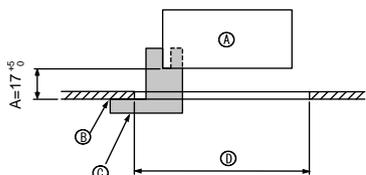
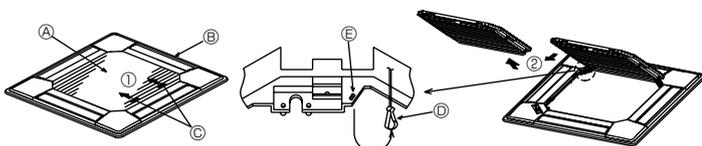

Fig. 5-2
Fig. 5-3
①	Dimensiones de la rejilla	1	950 x 950 (mm)
②	Tornillo con arandela cautiva	4	M5 x 0,8 x 25
③	Plantilla	1	(Dividido en cuatro partes)
④	Remache	3
⑤	Tornillo	4	4 x 8
⑥	Tornillo	1	4 x 12
⑦	Panel angular del i-see sensor	1	para PLP-6BAE
5.2. Preparación para conectar la rejilla (Fig. 5-2)
- Con la plantilla ③ que se suministra con este equipo, ajuste y compruebe la posición de la unidad en el techo. Si la unidad no está colocada en el techo de forma adecuada, podrían producirse escapes de aire o generarse una condensación.
- Ⓒ Plantilla ③ (metida en la unidad)
5.2.1. Extracción de la rejilla de admisión (Fig. 5-3)
- Deslice las palancas en la dirección indicada mediante la flecha ① para abrir la rejilla de admisión.
- Con la rejilla de admisión en posición "abierta", extraiga la bisagra de la rejilla de admisión de la rejilla tal y como se indica mediante la flecha ②.
[Fig. 5-3, 5-4]